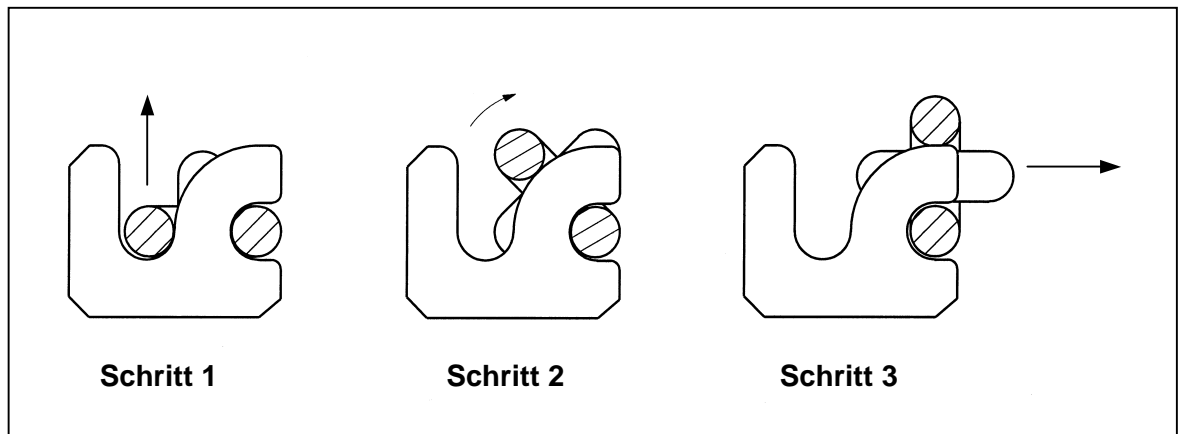

Bild 4
3. Kettenglied aus dem Mitnehmer/Kratzeisen ausschwenken (Bild 4).